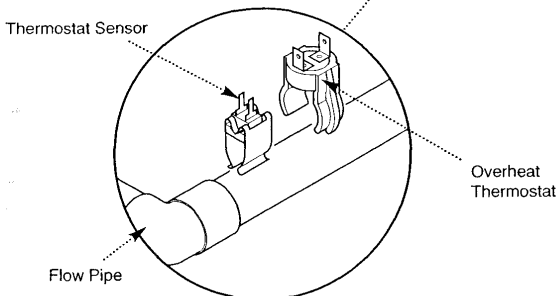

Fig. 106
10.5 Thermostat Sensor (Fig. 106)
10.6 Over-Heat Thermostat (Figs.106 & 107)